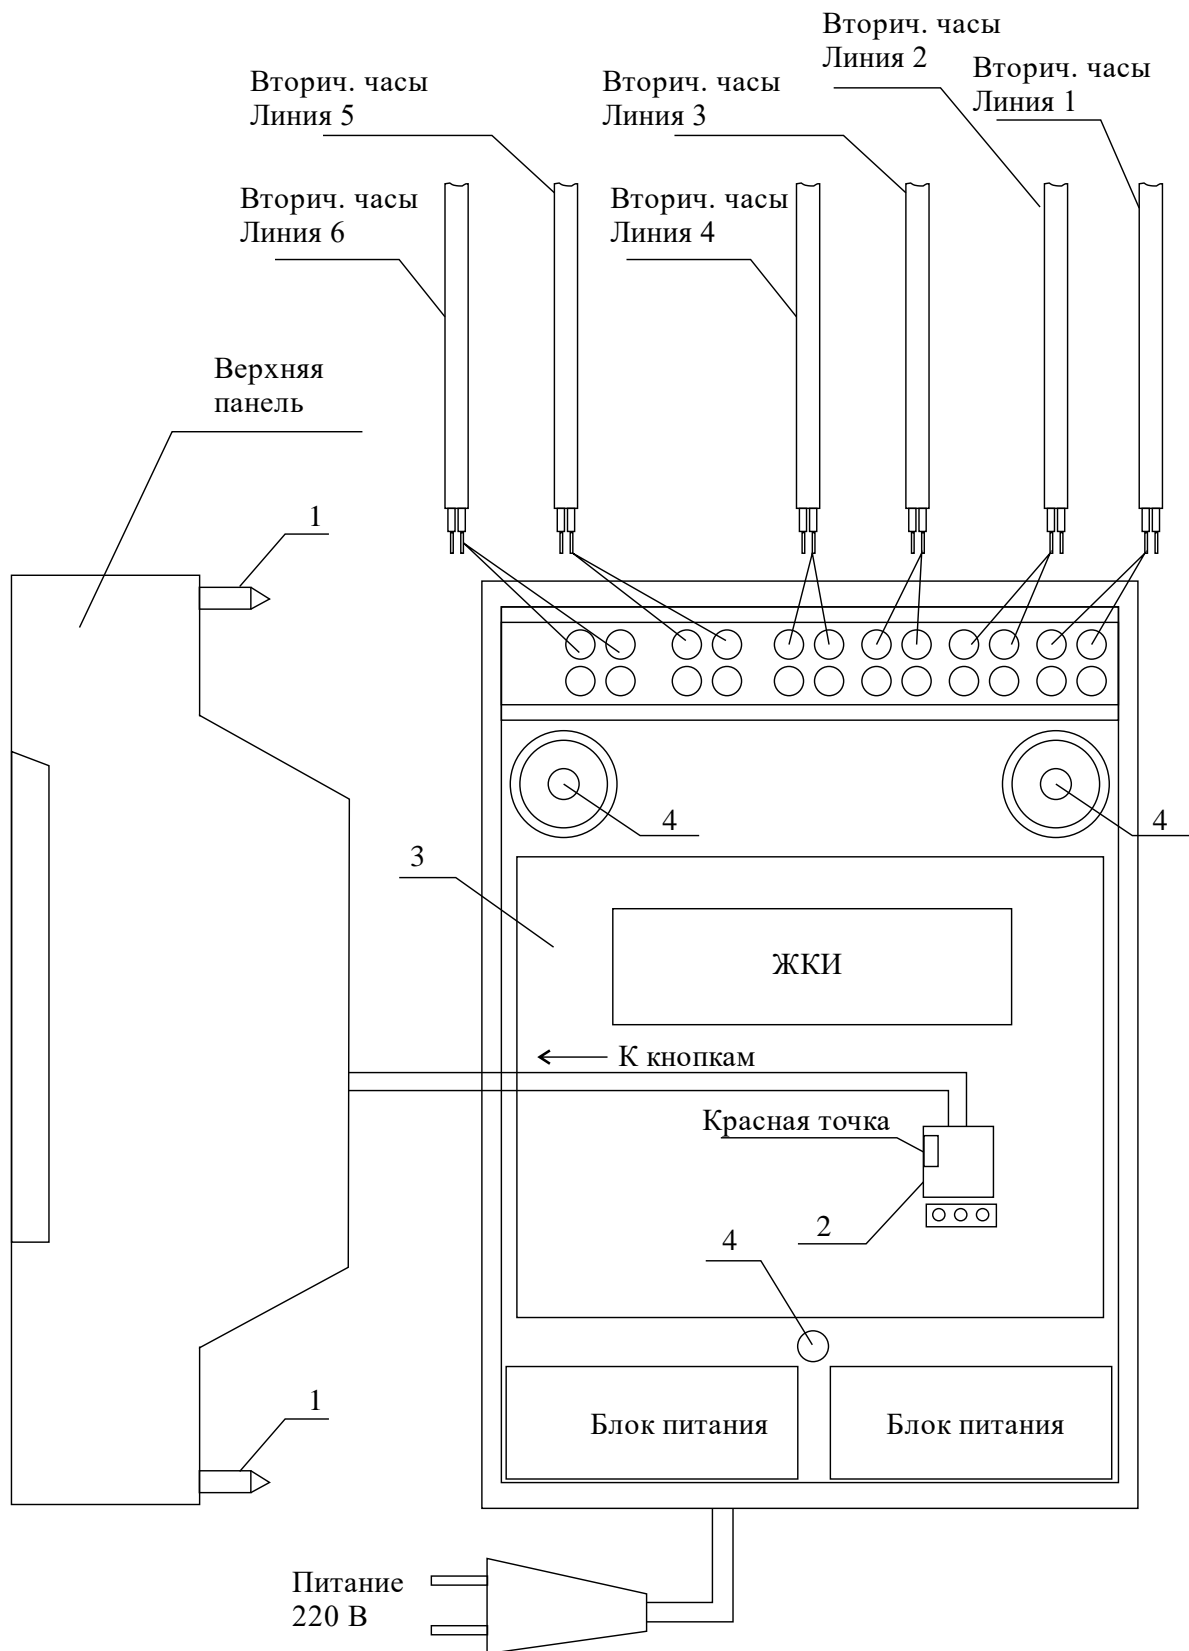

Рис. 1
4.1. Выверните четыре винта 1, расположенных на верхней панели ЧС (см. Рис.1). Осторожно снимите верхнюю панель и отсоедините разъем 2, соединяющий кнопки с печатной платой 3.
4.5. Подсоедините линии вторичных часов №№ 1, 2, 3, 4, 5 и 6 в соответствии со схемой рис.1.